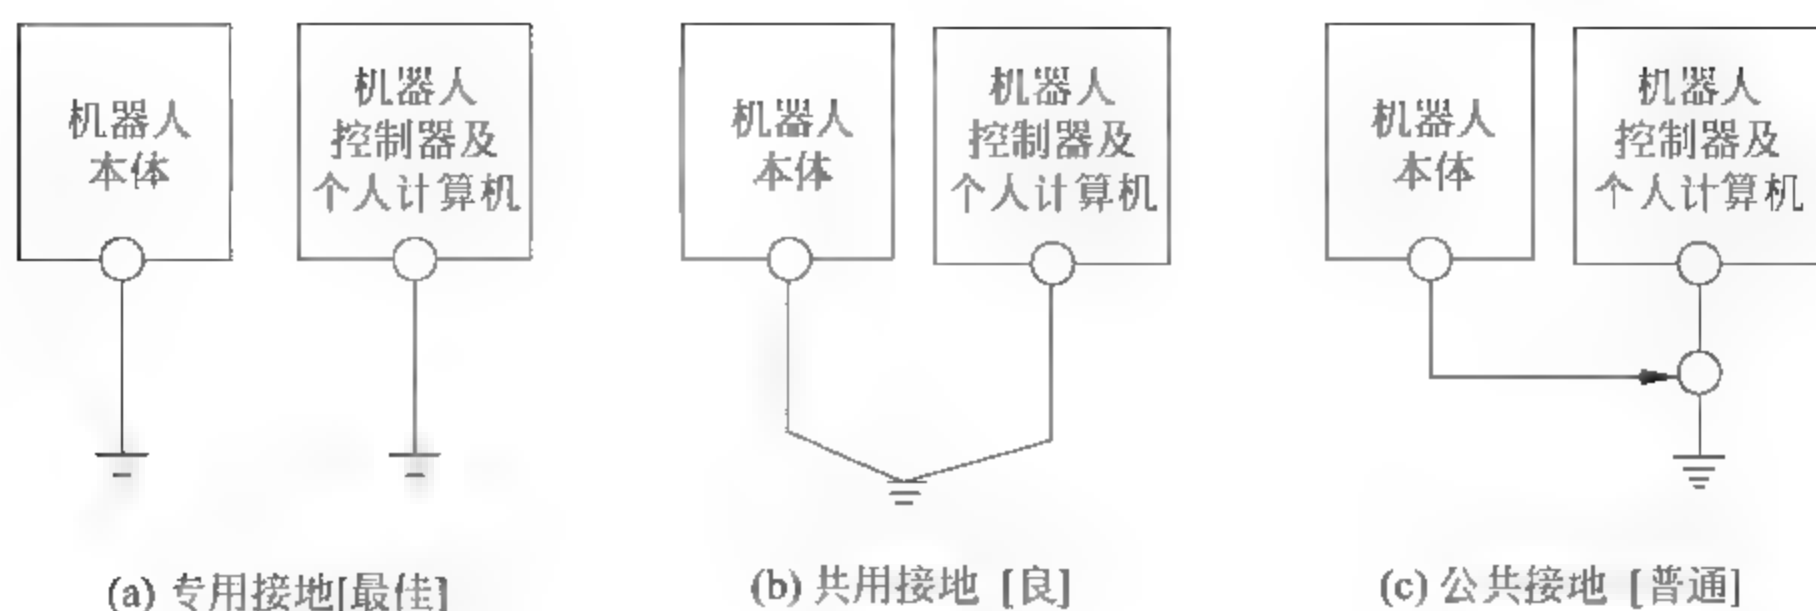

图 2-17 机器人的接地
(1) 接地方式有如图 2 17 所示的三种方法,机器人本体及机器人控制器应尽量采用专用接地(图 2-17(a))。
(2) 接地工程应采用 D 种接地(接地电阻 100Ω 以下),以与其他设备分开的专用接地为最佳。
(3) 接地应使用 AWG #11(4.2mm²)以上的电线。接地点应尽量靠近机器人本体、控制器,以缩短接地用电线的距离。